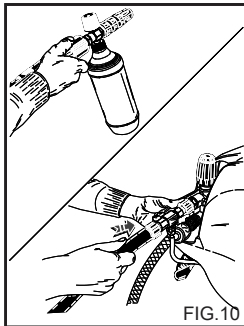

FIG.10
## APLICACIÓN DEL JUEGO DE ASPIRACIÓN DETERGENTE (accesorio opcional) (Fig. 10).
2) Quite la prolongación de la empuñadura e introduzca la lanza doble o la lanza con boquilla regulable, accione la hidrolimpiadora, active el mando de aspiración del detergente presente en la lanza (fig. 10 - 12) y recubra la superficie a lavar con un movimiento de abajo hacia arriba. Deje actuar durante unos minutos.